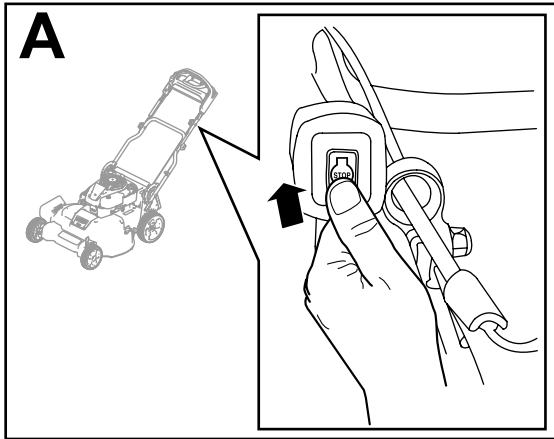

Bild 18
1. Drehen Sie den Zündschlüssel in die AUS-Stellung (A in Bild 18).
2. Wenn der Motor abgestellt ist, ziehen Sie den Zündschlüssel ab und nehmen ihn mit, wenn Sie sich von der Maschine entfernen (B in Bild 18).